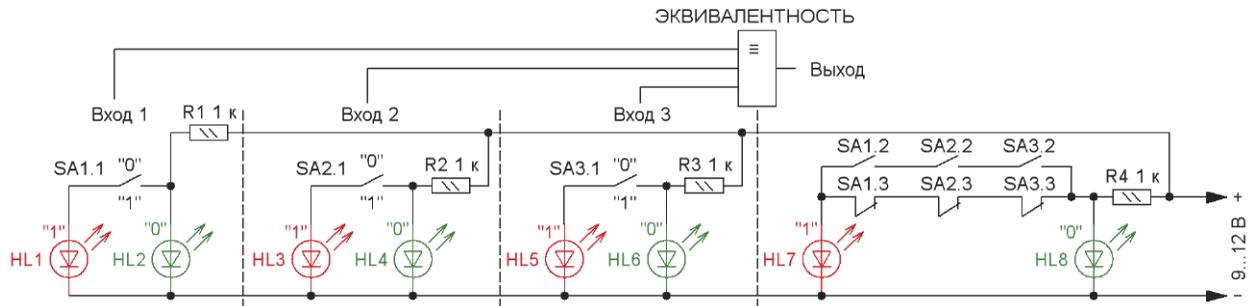

Рис. 9
**"ЭКВИВАЛЕНТНОСТЬ"** (EQUIVALENCE) — логический элемент более сложного построения (рис. 9). Он имеет на выходе  $Y$  лог. 1 только в том случае, когда все, без исключения, сигналы на его входах будут иметь один и тот же (тождественный, эквивалентный) логический уровень, причём не